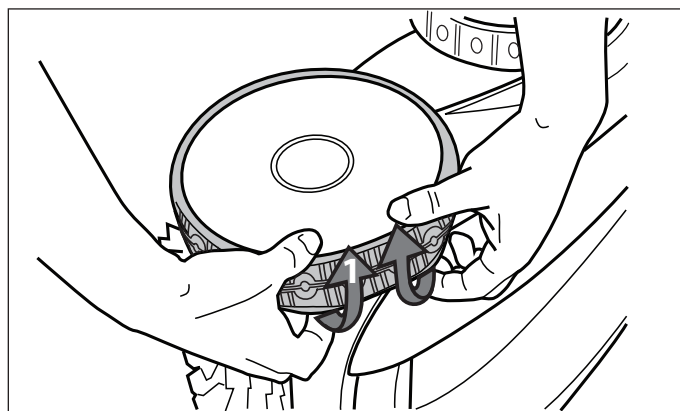

Figure 35. Détacher le pneu usé de la roue
1. Tirer sur l'intérieur du vieux pneu pour enlever le pourtour du pneu de la roue. Voir la Figure 35.